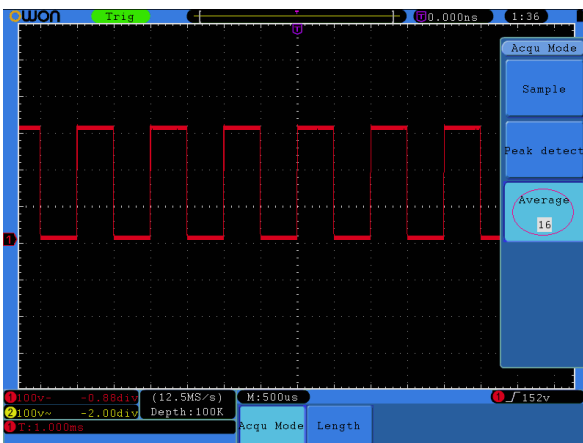

Рисунок 7.5. Подавление шума с помощью функции усреднения **Average**
- 3) Нажмите кнопку **F3** и наблюдайте осциллограмму, поворачивая регулятор **M** и с его помощью меняя число усреднений (см. рисунок 7.5).